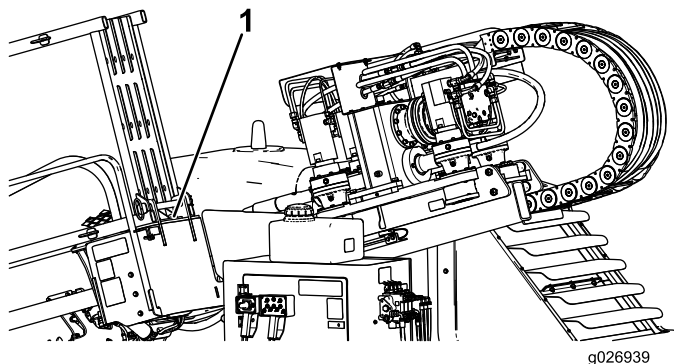

Figura 71
7. Guarde el bloqueo del cilindro detrás del portatubos (Figura 71).